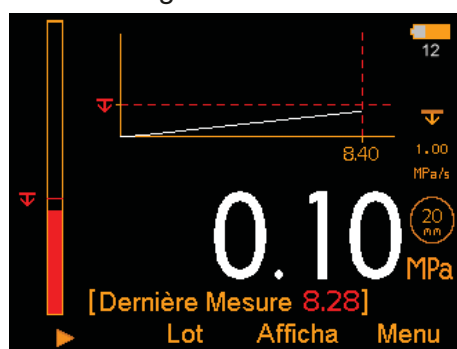

Fig. 3: Graphe
- **Graphe (Fig. 3)**: courbe de tendance des 20 dernières valeurs automatiquement mise à jour après chaque mesure.